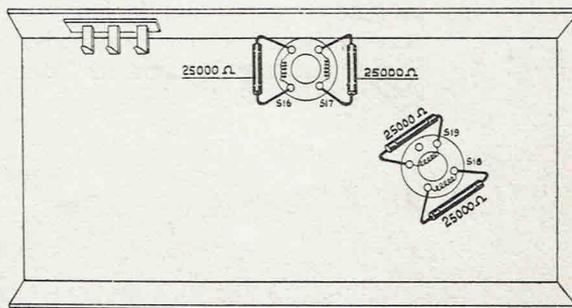

Fig. 3
4. Shunter S16 et S19 avec une résistance de 25000 Ohms. (fig. 3.)
6. Shunter maintenant S17 et S18 avec deux résistances d'amortissement (fig. 3).